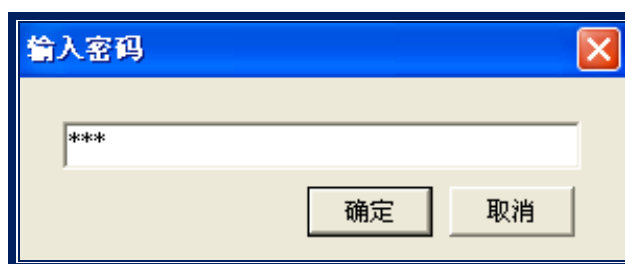

图 4-9
- (3) 在密码栏中输入密码“168”并点击确认,如图 4-9,进入【高级硬件设置】页面。请注意,【高级硬件设置】是为专业人员设置 LED 屏参数,普通用户不推荐使用。